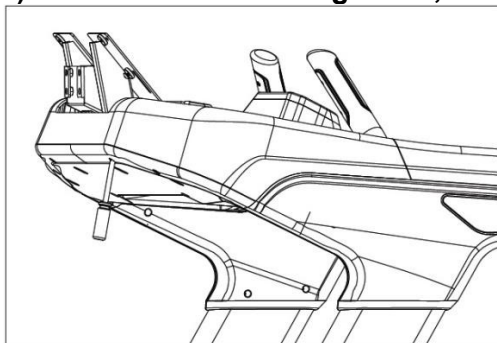

Abb. 4.9.1
- 2) Wie in Abb. 4.9.1 dargestellt, lösen Sie die 18 Schrauben der oberen Halterung und entfernen Sie diese.